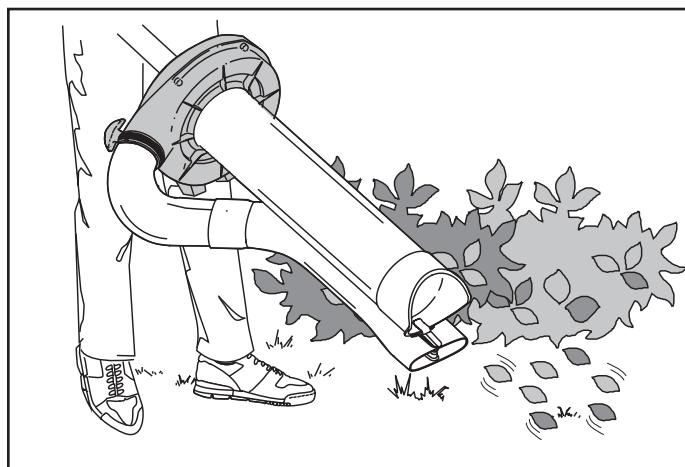

Fig. 10
1. Puede soplar desechos alrededor de edificios, árboles, arbustos y macizos de flores o formar un montón para aspirarlo. (Fig. 10)